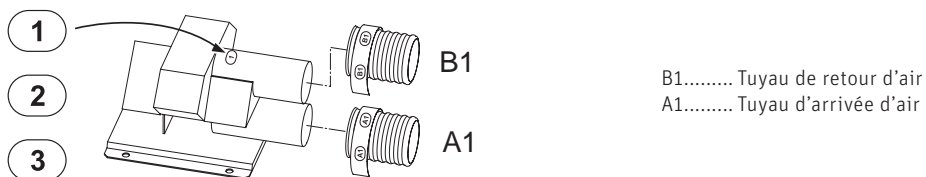
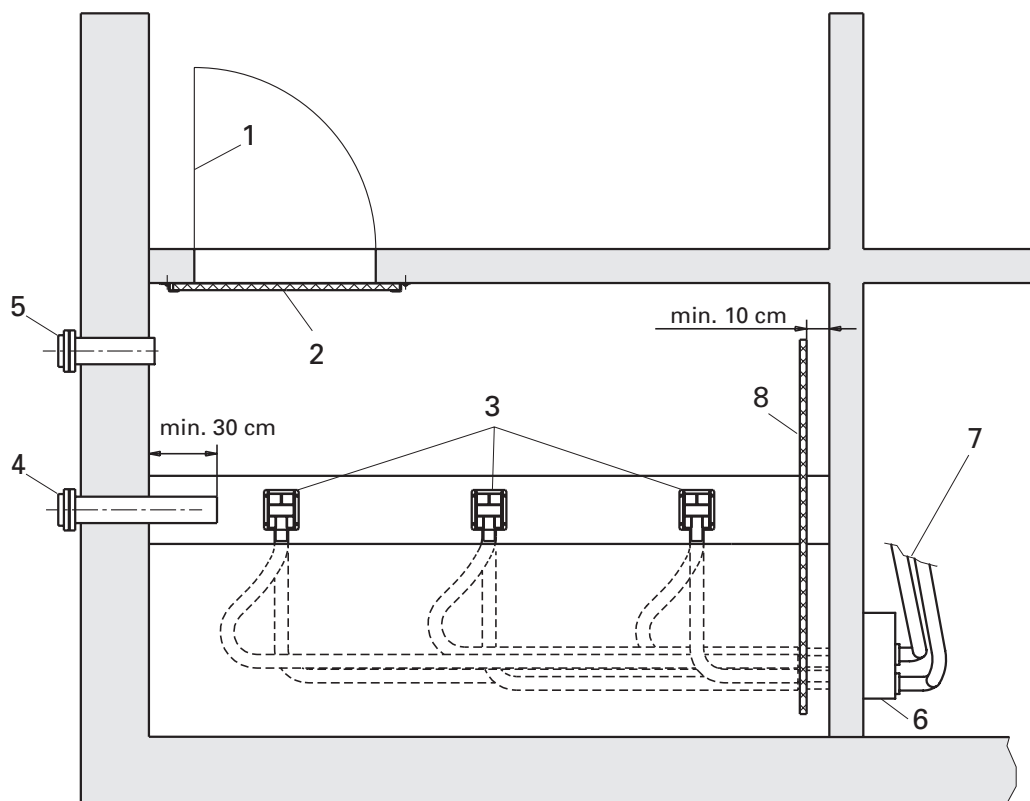

Fig. 14 Sonde d'aspiration
Fig. 15 Silo à pellets – Vue du haut
- Répartir successivement les sondes d'aspiration en fonction des dimensions du silo à pellets de manière à ce que le silo soit le mieux possible vidé. Coller les autocollants 1, 2 et 3 sur les sondes d'aspiration – Fig. 14. Visser successivement les sondes d'aspiration sur le sol – Fig. 15.